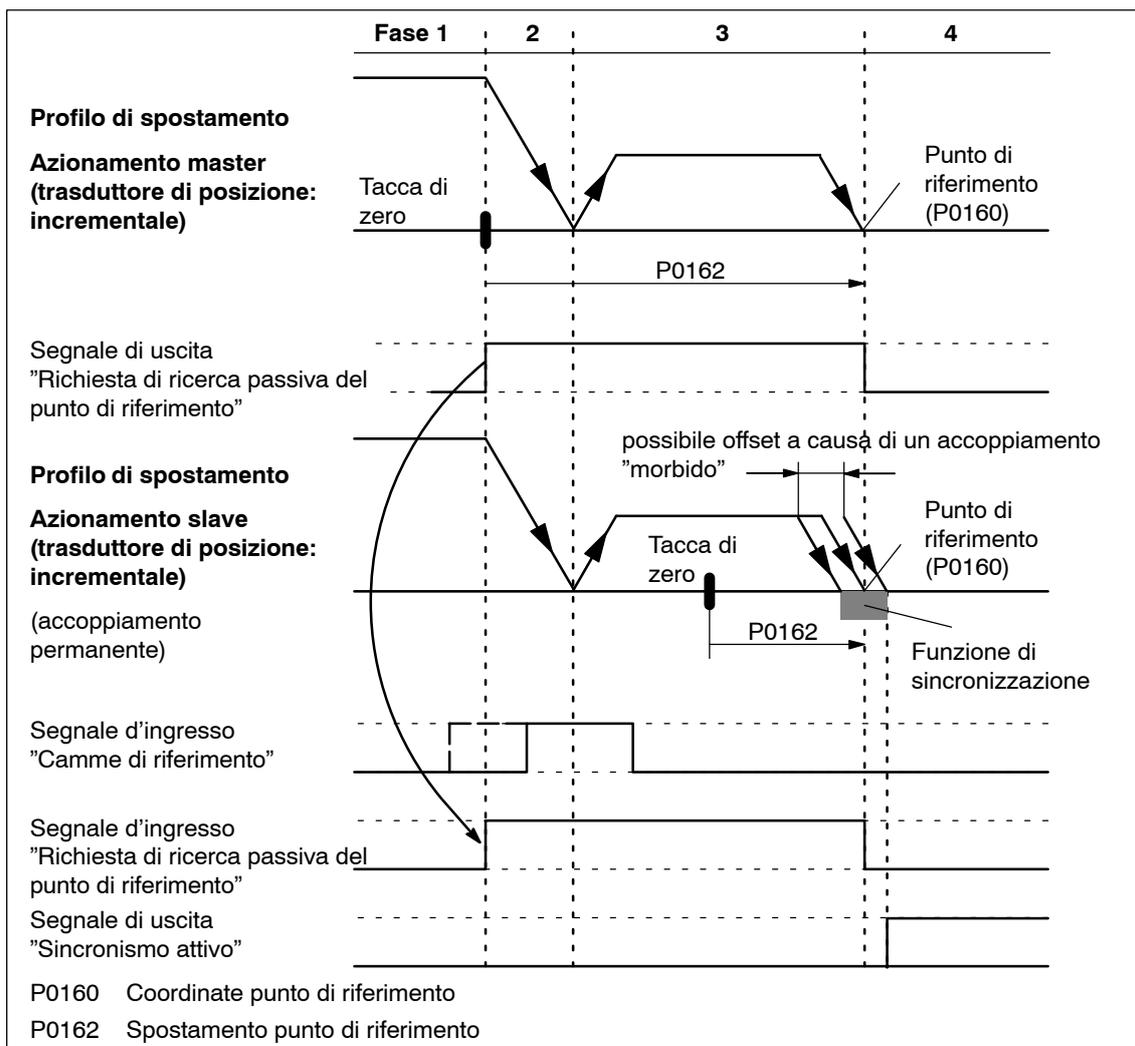

Fig. 6-39 Sequenza nella ricerca del punto di riferimento passiva (azionamento master e azionamento slave con trasduttore incrementale)
1. Eseguire la ricerca passiva del punto di riferimento nel modo consueto (fig. 6-39).